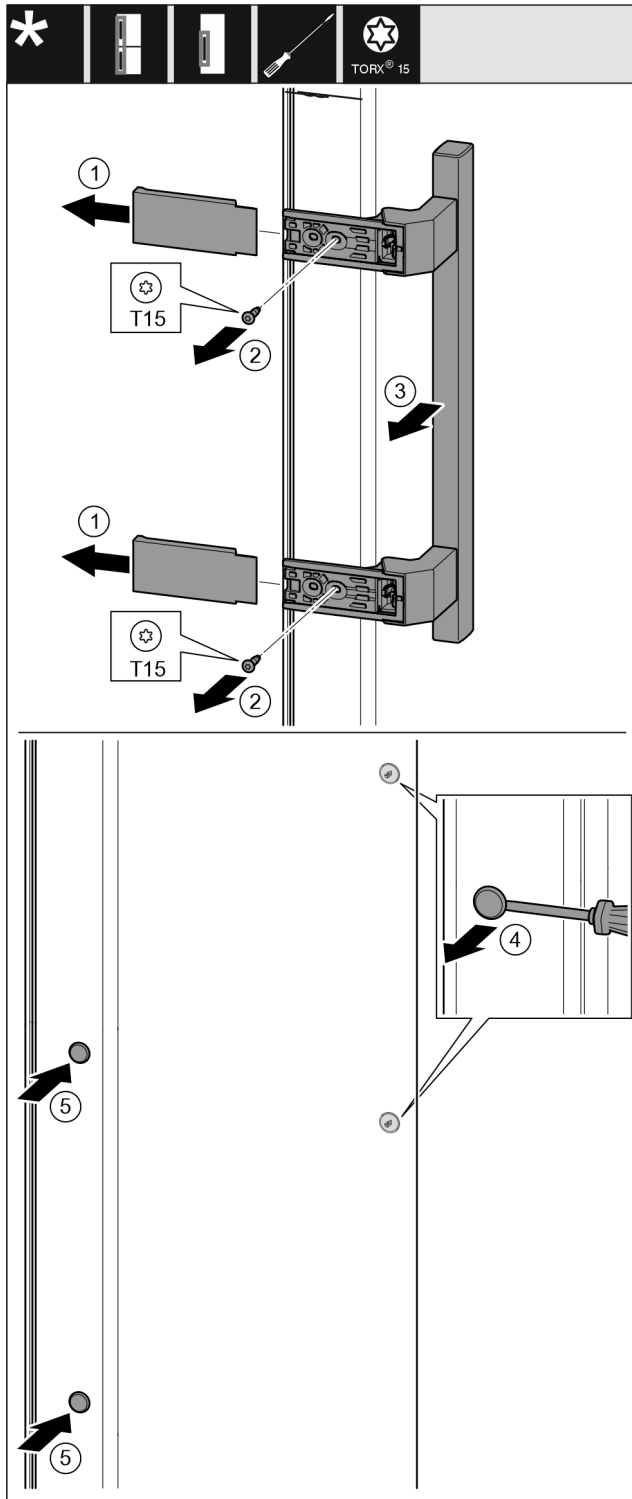

Fig. 20
- Retirer le cache. Fig. 20 (1)
- Desserrer les vis avec le tournevis T15. Fig. 20 (2)
- Déposer la poignée. Fig. 20 (3)
- Soulever délicatement le bouchon latéral avec un tournevis plat et le sortir. Fig. 20 (4)
- Remettre en place le bouchon de l'autre côté. Fig. 20 (5)